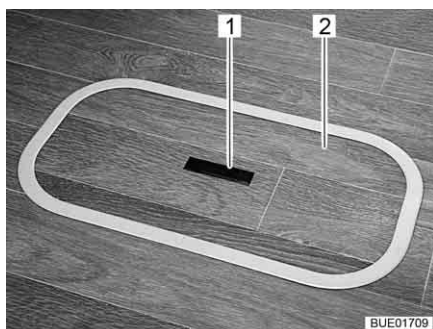
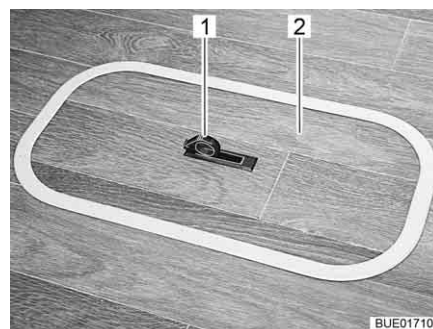

Bild 79 Lock för golvfacket (handtag sänkt)
Bild 80 Lock för golvfacket (handtag utsvängd)
- Tryck nedåt på ena sidan av gripplattan (Bild 79,1). Handtaget (Bild 80,1) svängs upp.
- Ta av locket (Bild 79,2 eller Bild 80,2) uppåt.